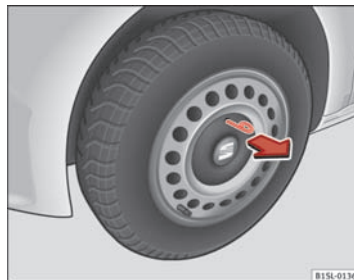

Fig. 133 Sådan trækkes centerkapslen på stålfælgen af.
- *Afmontering:* Hægt trådbøjlen fra bilens værktøj på centerkapslens kant ⇒ Fig. 133.